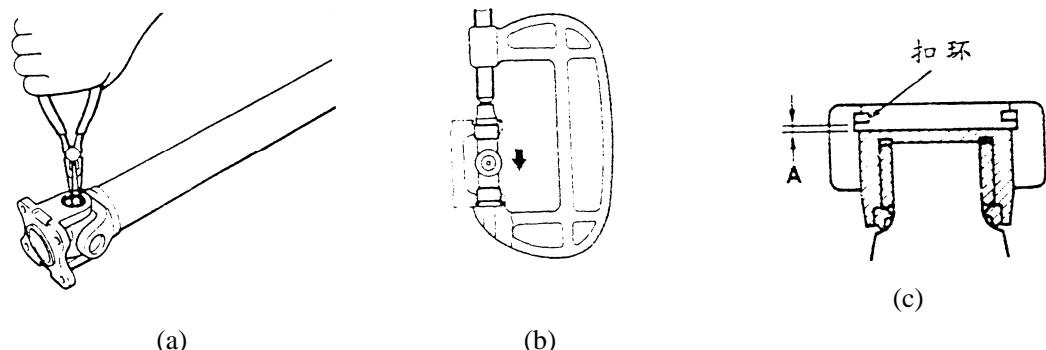

图 4-88 安装卡环
- (1) 如图 4-88 (a) 所示，将卡环安装于万向接头的单边侧。
- (2) 如图 4-88 (b) 所示，用专用工具压在对边侧，将万向接头轴承压向卡环。
- (3) 如图 4-88 (c) 所示，安装对边侧的卡环，然后以厚薄规测量卡环与卡环槽之间的间隙，间隙应符合标准值。卡环与卡环槽之间间隙的标准值 A 应在 0.03mm 或以下。注意两侧卡环的厚度应采用相同厚度。